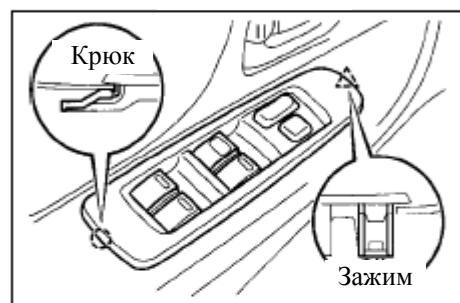

Рис. 573
a. Отсоедините крюк (рис. 573) и зажим отверткой с плоским концом, затем отсоедините блок переключателей управления стеклоподъемниками.